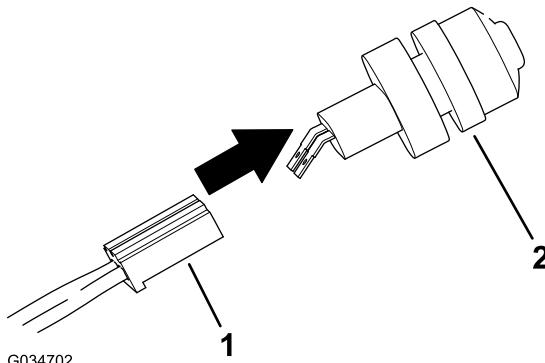

Рисунок 7
4. Вставьте штыревой разъем переключателя звукового сигнала в гнездовой разъем главного жгута проводов (Рисунок 7).
- Вставьте штыревой разъем переключателя звукового сигнала в гнездовой разъем главного жгута проводов (Рисунок 7).